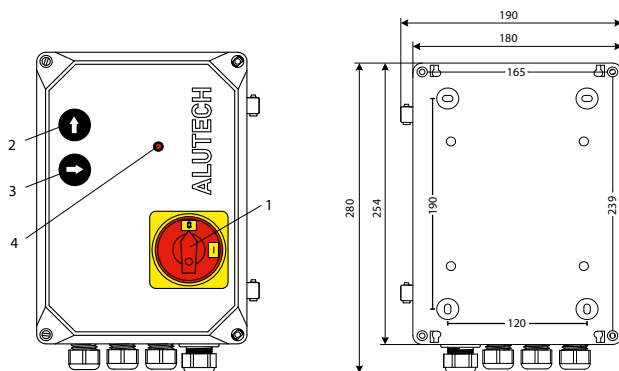
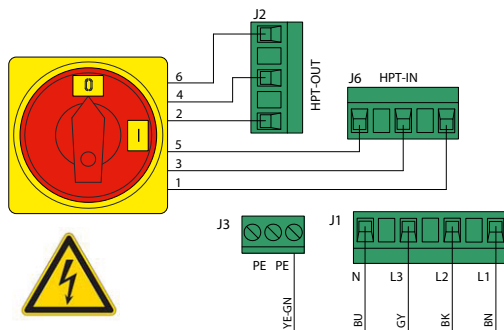
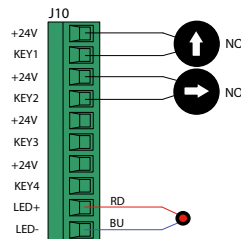

Рисунок 1. Блок управления (размеры указаны в миллиметрах)
Рисунок 3. Подключение сети и сетевого выключателя
Рисунок 7. Подключение кнопок управления и светодиода (рис. 1)
Блок предназначен для управления компонентами перегрузочного оборудования. Непосредственно для перегрузочной платформы с телескопической (выдвижной) аппарелью, оснащенной 2-клапанным гидравлическим агрегатом. На крышке корпуса блока расположены выключатель сети **1** (рис. 1), кнопки управления **2** и **3**, светодиод индикации **4**.
HL1	Светодиод, сигнализирующий о работе кнопок управления 2 и 3 (рис. 1). Светит, если нажата кнопка управления
J1	Разъем подключения сети (рис. 3)
J2	Разъемы подключения выключателя сети 1 (рис. 1, рис. 3).
J10	Разъем подключения кнопок управления 2 и 3 , светодиода 4 (рис. 1, рис. 7)
Положение установленной переключки в разъемах J12 и J13 запоминается при переключении выключателя сети 1 (рис. 1) из положения 0 (положение «Выключено») в положение I (положение «Включено») и сохраняется в течении работы блока управления. При необходимости изменения положения переключки в разъемах J12 и J13 отключите блок от сети, установите переключку в требуемое положение и включите блок в сеть.
1. Для подачи напряжения питания на модуль блока управления переключите выключатель сети **1** (рис. 1) в положение **I** (положение «Включено»).
Если после включения блока управления не светит или моргает светодиод **4** (рис. 1), то перейдите к разделу 7 «Неисправности и рекомендации по их устранению».
6. После успешного выполнения пробных циклов, платформа должна вернуться в исходное положение. Для отключения напряжения питания переключите выключатель сети **1** (рис. 1) в положение **0** (положение «Выключено»).
Переключите выключатель сети **1** (рис. 1) в положение I (положение «Включено») для подачи напряжения питания на модуль блока управления.